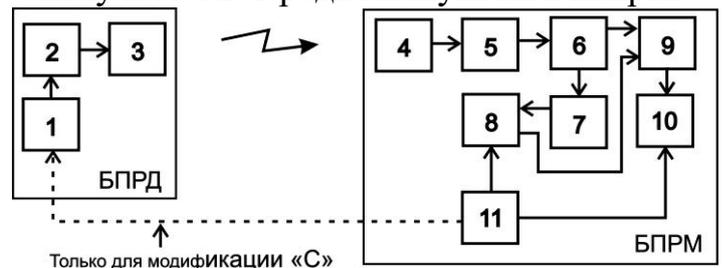

Рис. 6.5
6.2.1 Управляемый генератор 1 (см. рис. 6.5) вырабатывает импульсную последовательность определенной скважности. Под действием импульсов с генератора 1, модулятор 2 формирует последовательность СВЧ-радиоимпульсов, которые поступают на передающую антенну 3. Передающая антенна 3 излучает СВЧ-радиоимпульсы в направлении приемной антенны 4. Образовавшееся между передающей 3 и приемной 4 антеннами электромагнитное поле является источником полезных сигналов для обнаружения объектов, пересекающих данное электромагнитное поле. С выхода приемной антенны СВЧ-радиоимпульсы